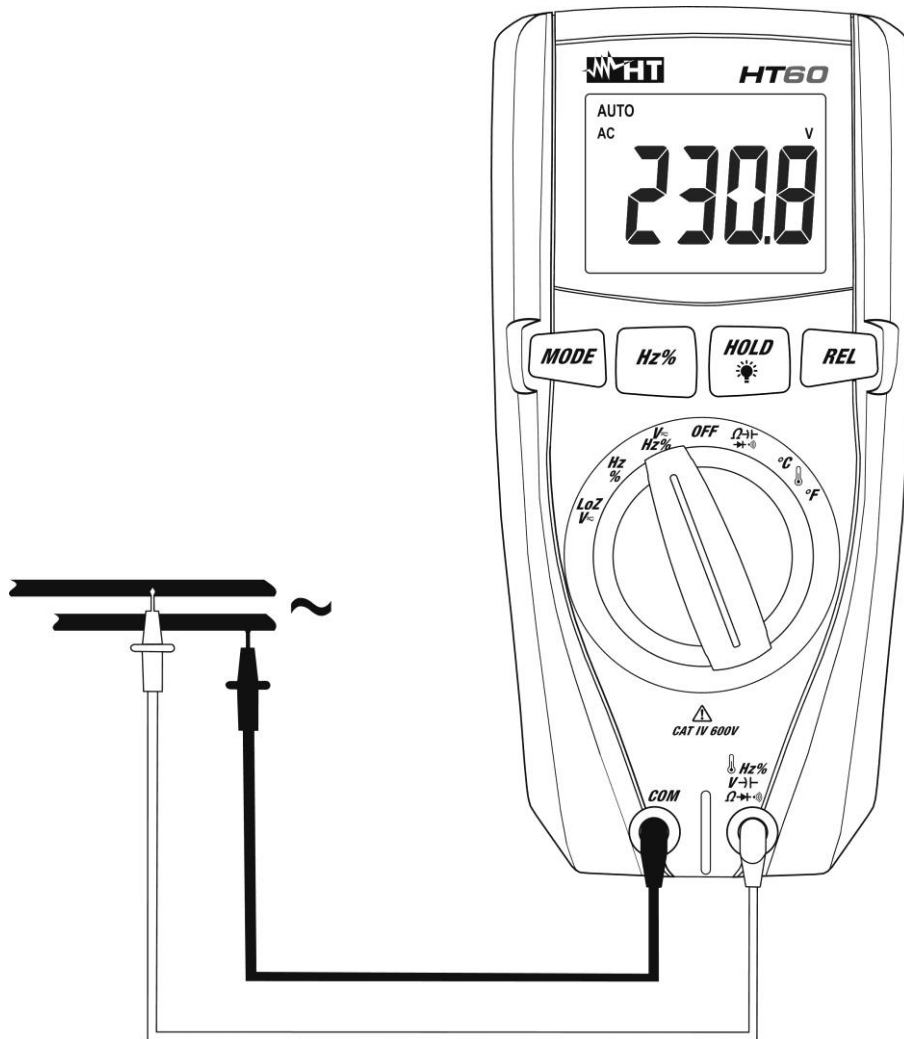

Fig. 3: Uso dello strumento per misura di Tensione AC
3. Posizionare i puntali nei punti desiderati del circuito in esame (vedere Fig. 3). Il valore della tensione è visualizzato a display